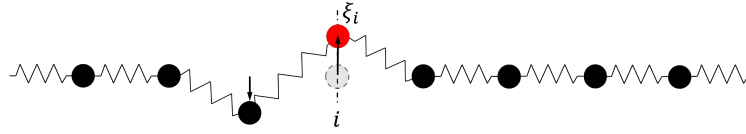

图 12. 横波的弹簧-质点链模型
2. 横波 除了纵波之外，弹性体内部还可以传播横波 (S-wave)，又叫做剪切波 (shear wave)。如图 12所示，1 维弹簧链中，质点可以垂直于链的方向运动。根据牛顿第二定律，第  $i$  个质点的垂直位移，